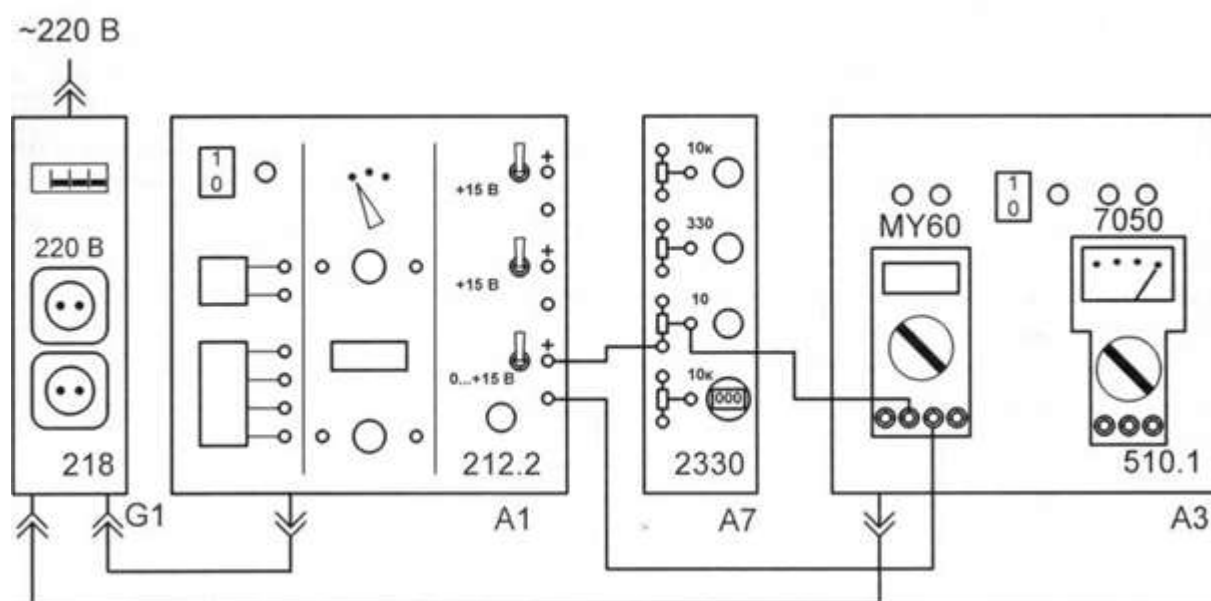

Рис. 6. Схема электрических соединений для выявления методической погрешности амперметра
Для выявления методической погрешности обусловленной влиянием амперметра, используется цепь рис. 6. В цепи последовательно соединены генератор постоянного напряжения (А1), переменный резистор 10 Ом (блок А7) и цифровой мультиметр (МУ601 блока А3. Переключение пределов измерения мультиметра приводит к изменению тока в цепи и к изменению показаний прибора.
- Соедините аппаратуру в соответствии со схемой электрической соединений рис. 6.